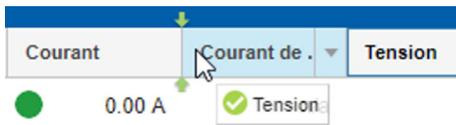

Fig. 96 : Déplacement d'un paramètre
4. ➔ Il est possible, si besoin, de sélectionner un paramètre (p. ex. « Courant ») et de le déplacer dans la ligne de titre (Fig. 96).